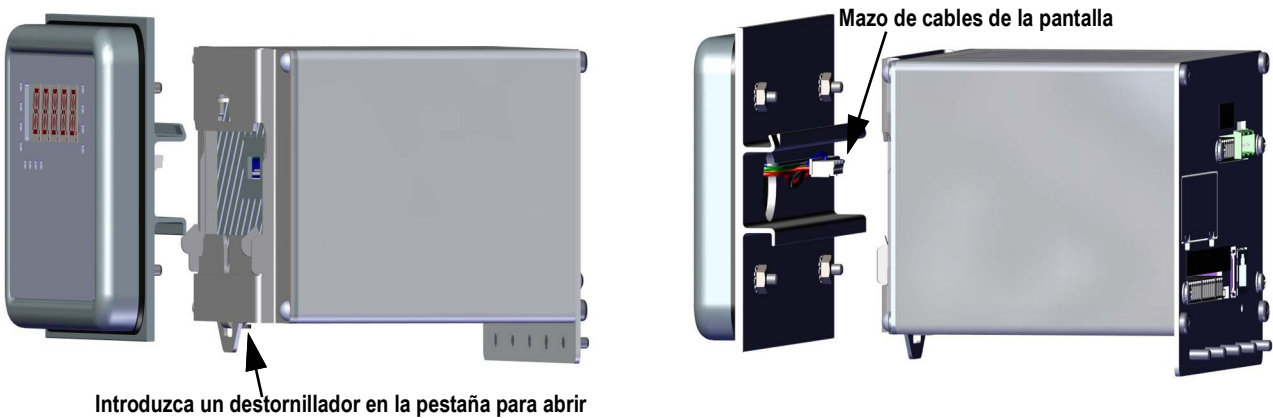

Figura 2-4. Instale el bloque del controlador
- 6. Enganche el bloque del controlador a la parte superior del bloque del carril DIN como se muestra en la Figura 2-4.